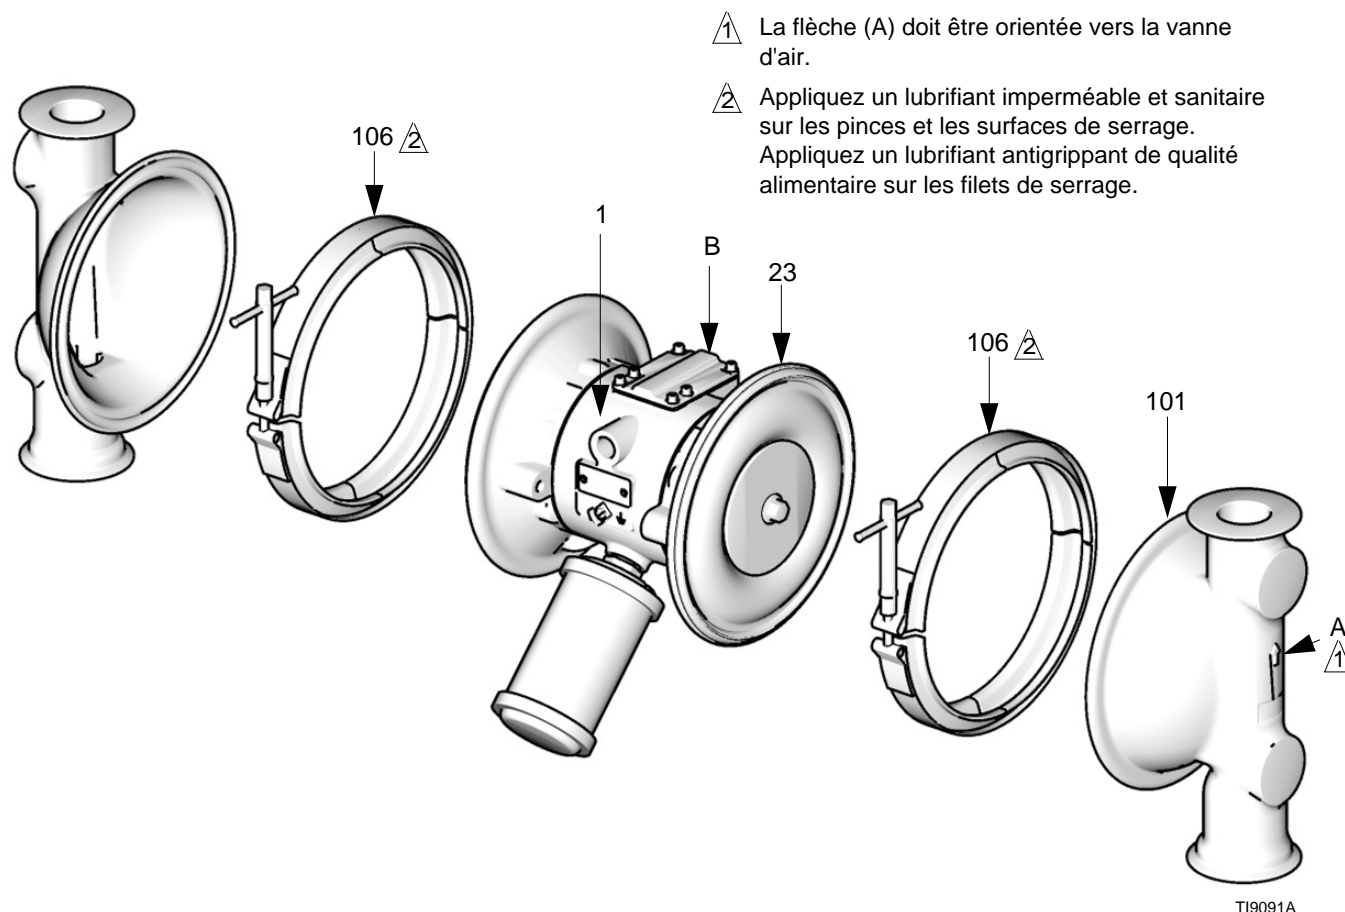

FIG. 10
3. Retirez les colliers (106) maintenant les capots à fluide (101) sur les capots d'air (23). Retirez les capots à fluide (101) de la pompe. Voir FIG. 10.
6. Alignez les capots à fluide (101) et le boîtier central (1) de sorte que les flèches (A) sur les capots soient orientées dans la même direction que la vanne d'air (B). Fixez les capots avec les colliers. Voir FIG. 10.